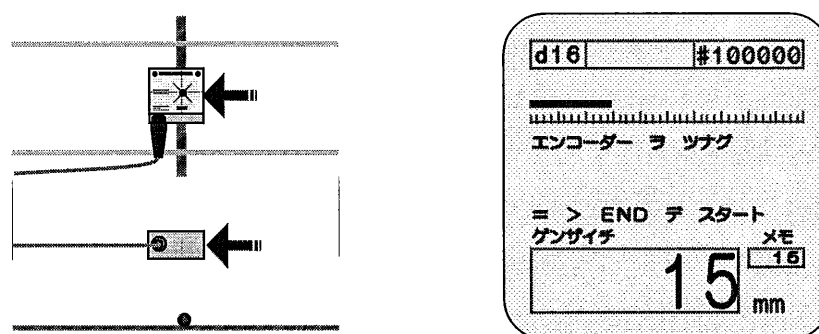

図25
- メモの数字を確認したら、今度はプローブをメモの数字の位置まで戻します。(図25参照)